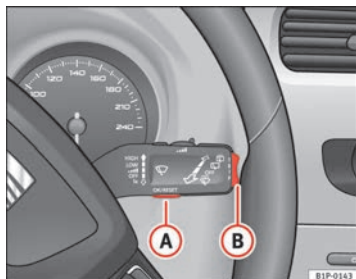
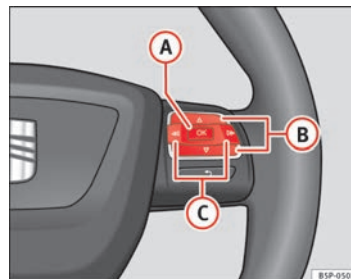

Abb. 43 Scheibenwischerhebel: Taste A zum Bestätigen von Menüpunkten und Wippe B zum Wechseln der Menüs
Abb. 44 Bedienelemente am Lenkrad: Taste A zum Bestätigen der Menüpunkte und Tasten B zum Wechseln der Menüs
- Zum Aufrufen des Menüs „Einstellungen“ drücken Sie die Taste **C** ⇒ Seite 68, Abb. 44, bis die entsprechende Anzeige am Display erfolgt. Nun befinden Sie sich in diesem Menü.
- Zum Umschalten zwischen den Speichern drücken Sie bei eingeschalteter Zündung kurz die Taste **A** ⇒ Seite 68, Abb. 43 ⇒ Seite 68 am Scheibenwischerhebel oder die Taste **OK** am Multifunktionslenkrad ⇒ Seite 68, Abb. 44 ⇒ Seite 68. ▶
In der Multifunktionsanzeige können Sie durch Betätigen der Wippe **(B)** ⇒ Seite 68, Abb. 43 ⇒ Seite 68 am Scheibenwischerhebel oder durch Drücken der Taste **(Δ)** bzw. **(▽)** ⇒ Seite 68, Abb. 44 am Multifunktionslenkrad* die folgenden Daten abfragen.